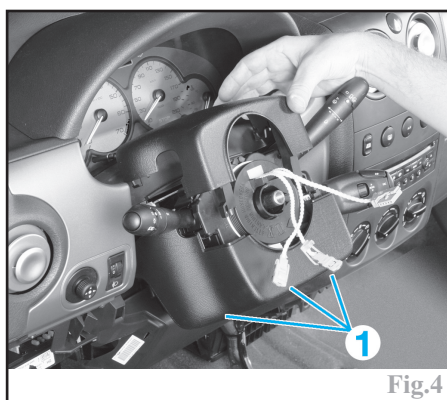

Fig.4
- les 3 vis (1) de fixation des demi-coquilles de colonne de direction et les désaccoupler afin de pouvoir les déposer (Fig.4).